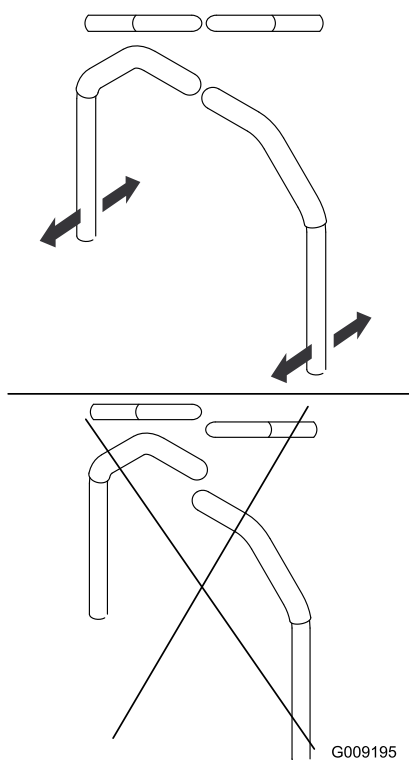

**Figura 52**
9. Alinee las palancas en sentido adelante/atrás acercándolas a la posición de PUNTO MUERTO, y muévalas hasta que estén alineadas; luego apriete los pernos (Figura 52).